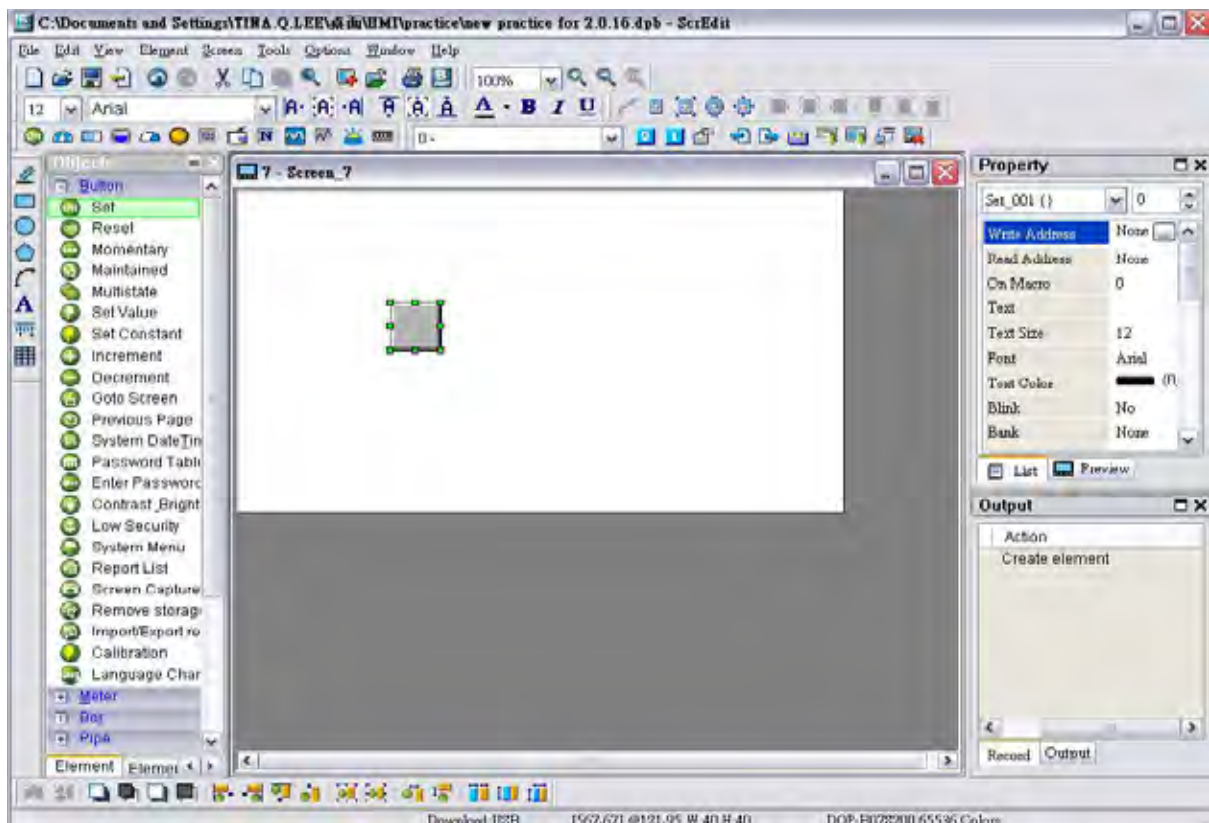

Fig. 3-8-4 Escolha o ícone Elemento na caixa de diálogo Objeto
4. Escolha o ícone elemento na caixa de diálogo Objeto como na Fig. 3-8-4.